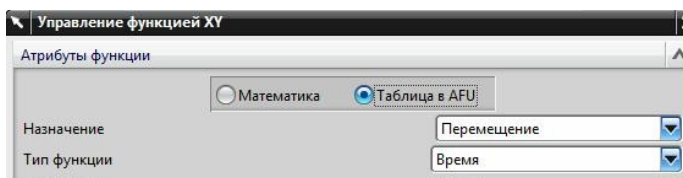
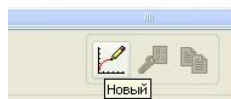

рис.82
рис.83
- Для этого в диалоговом окне рис.82 сразу включим переключатель *Таблица в AFU*.
- На первом этапе описания функции, в нижней части окна рис.82 мы выбираем пиктограмму создание новой функции (рис.83).